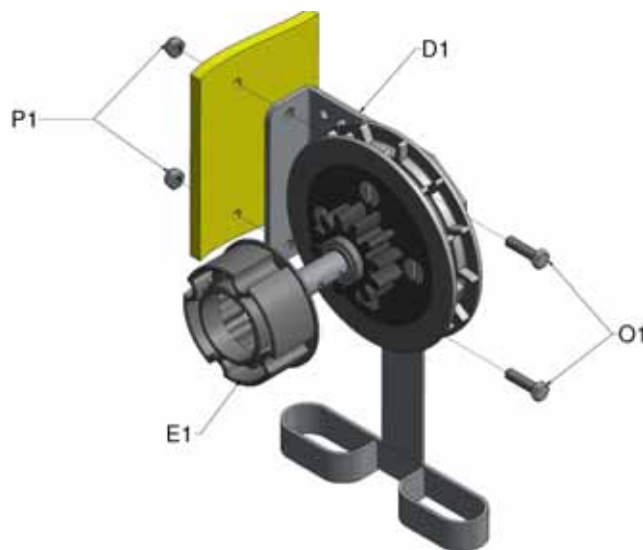

Figure 4a, Fixer le support d'entraînement au bâtiment
- Faites glisser le collier d'entraînement (E1) sur la roue de la chaîne, attachée au support d'entraînement (D1) et boulonnez le montage au bâtiment avec les fixations M8 fournies, Figure 4a. L'orientation du support d'entraînement correspond à la spécification indiquée, lorsque vous avez commandé votre porte, voir la fig. 4b/ 4c, le ressort est situé sur le côté opposé. Si vous souhaitez poser le support d'entraînement sur le côté opposé par rapport à votre commande, consultez les instructions à l'Annexe I.